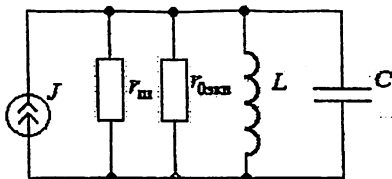

Рис. 41
6) добротность контура $Q = \frac{r_{0э\kappa}}{\rho} = \frac{\rho}{r}$; (46)
7) затухание $d = \frac{1}{Q}$; (47)
8) внутреннее сопротивление подключенного к контуру (рис. 41) источника $r_{ш}$ (сопротивление шунта) ухудшает добротность контура, т. к. ухудшенная добротность